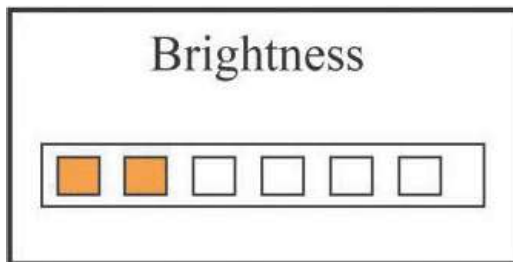

Abbildung 4.10A Einstellung der Helligkeit
- » Helligkeit: Zum Einstellen der Helligkeit der Hintergrundbeleuchtung, optional in 6 Stufen, ist die Werkseinstellung Stufe 3, wie in Abbildung 4.10A dargestellt.